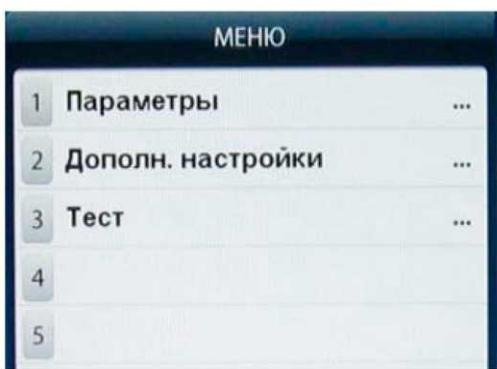

рис.16.1
16.2.1. Нажмите кнопку «MENU». На экране появится окно MENU (рис.15.1), нажмите кнопку 7 «Далее» на экране появится окно второй страницы MENU (рис.16.1). Выберите «Дополн. настройки», нажав кнопку 2, на экране откроется окно «Настройки станка» (рис.16.2). Нажмите кнопку 1 «Имена операторов» на экране откроется окно «Выбрать пользователя» со списком операторов, (рис.16.3).
Нажмите кнопку «MENU», в открывшемся окне MENU выберите пункт 7 «Далее», нажав кнопку 7 в верхнем ряду клавиатуры. Откроется вторая страница окна MENU (см. рис.16.1). Выберите пункт 3 «Тест», нажав кнопку 3 в верхнем ряду клавиатуры. Откроется окно ТЕСТ рис.21.1.